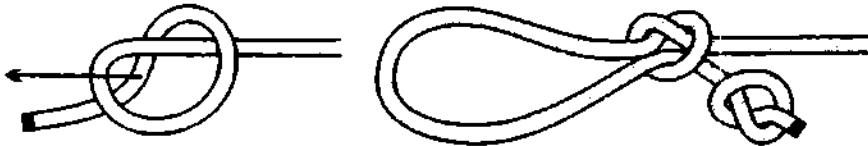

Рис. 195. Простая петля.
**Простая петля** не хитрый, но очень прочный и надёжный узел, его можно использовать для крепления тетивы к луку. Ходовой конец у **быстроразвязывающегося простого узла** крепится любым стопорным узлом (рис. 195). **Простая петля** с виду очень похожа на **катушечный узел**. Различие между ними в том, что **катушечный узел** затягивающаяся петля, а **простая петля** не затягивается.